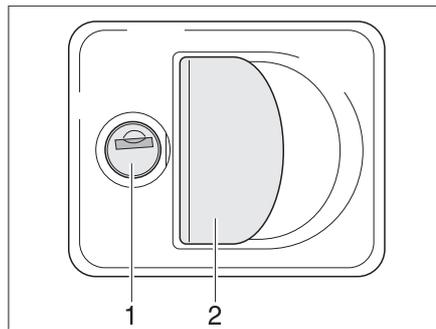

Bild 42 Klappenschloss mit Griffschale
- Schlüssel in Schließzylinder (Bild 42,1) stecken und eine viertel Umdrehung drehen. Das Klappenschloss ist entriegelt.
- Am Schlossgriff (Bild 42,2) ziehen. Die Außenklappe ist geöffnet.